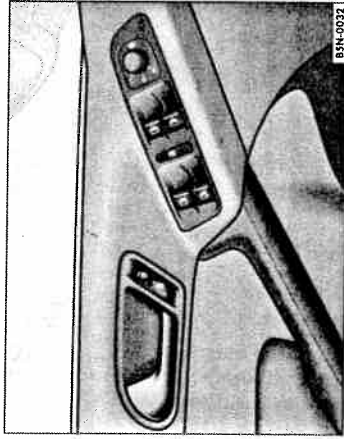

Fig. 25 Imagine din ușa conducătorului: Tastă pentru închiderea centralizată.
- Apăsați tasta  ⇒ fig. 25 ⇒ .